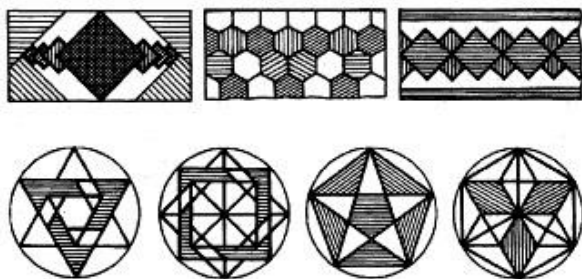

Рис. 69. Ориаменты
3. На формате А4 выполните один из вариантов орнамента, используя правила деления окружности на равные части. Размеры орнамента произвольные. По желанию можно разработать свой орнамент (рис. 69).